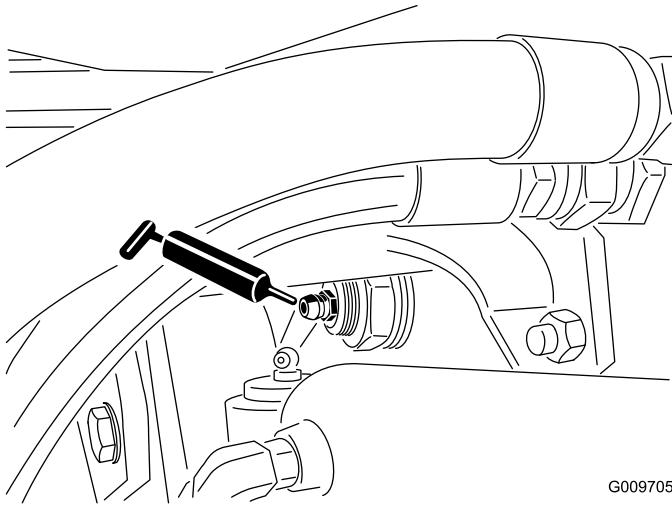

Figure 22
- Bagues de pivot d'essieu arrière (2) (Figure 22).